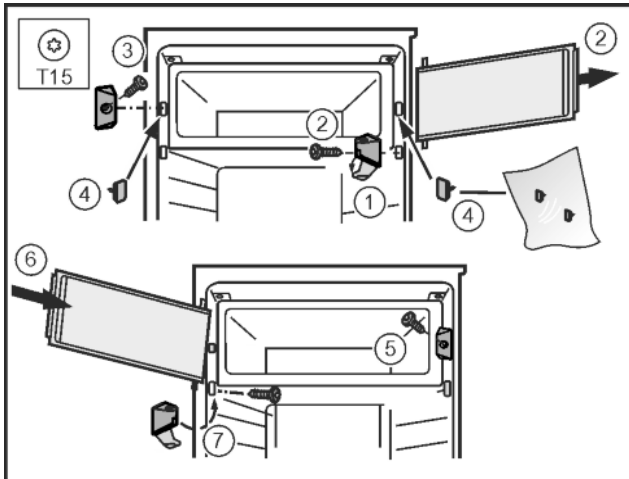

Fig. 14
- ▶ Rabattre le cache du support de palier pour le déposer. Fig. 14 (1)
- ▶ Retirer la porte du compartiment congélation : Desserrer le support de palier avec un tournevis T15. Fig. 14 (2)
- ▶ Dévisser l'obturateur avec un tournevis T15. Fig. 14 (3)
- ▶ Fermer les trous ainsi dégagés avec les bouchons fournis. Fig. 14 (4)
- ▶ Monter l'obturateur avec un tournevis T15. Fig. 14 (5)
- ▶ Placer en haut la porte du compartiment congélation. Fig. 14 (6)
- ▶ Monter le support de palier et refermer le cache en le rabattant. Fig. 14 (7)